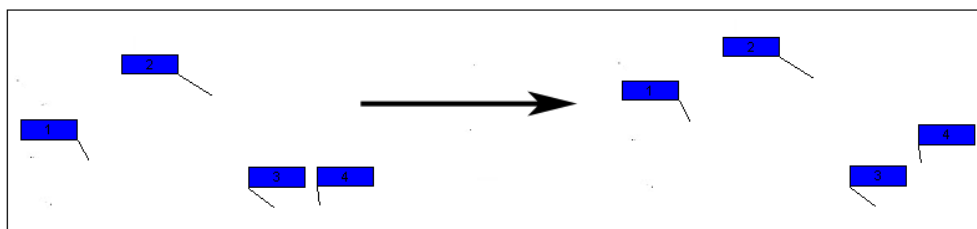

Рис. 5.135
Для равномерного распределения выносок по и вертикали (Рис. 5.135):
2. Выберите инструмент **Распределить по вертикали** . Выноски равномерно распределятся по вертикали (Рис. 5.135).